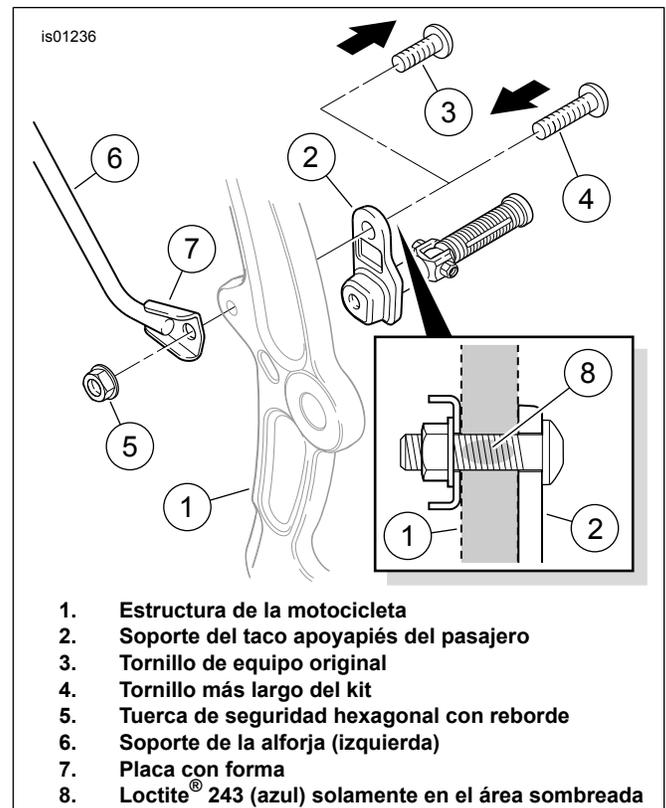

Figura 1. Soporte delantero inferior de la alforja (lado izquierdo)
1. Vea la Figura 1. Use un destornillador con cabeza T-50 Torx® para extraer el tornillo de 22 mm (7/8 pulg.) de largo (3) que sujeta el taco apoyapiés y el soporte del taco apoyapiés (2) del pasajero del lado izquierdo a la estructura de la motocicleta (1). Deseche el tornillo.
- a. el soporte inferior izquierdo de la alforja (6),
- b. el tornillo de 38 mm (1-1/2 pulg.) de largo con cabeza de botón (7) y
- c. la tuerca de seguridad hexagonal con reborde con diámetro más grande (8).
3. Vea la Figura 1. Inserte el tornillo Torx **nuevo** (4) del kit a través del agujero en el soporte del taco apoyapiés (2), después aplique unas gotas de Loctite® 243 (azul) (vendido por separado) a la porción de las roscas del tornillo (8) que entrará en el agujero con rosca en la estructura de la motocicleta.